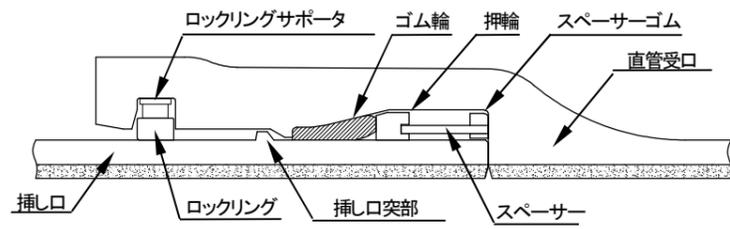

図 4.19-1 直管の継手構造
(3) R方式 (呼び径 1500~2600) (図 4.19-1)